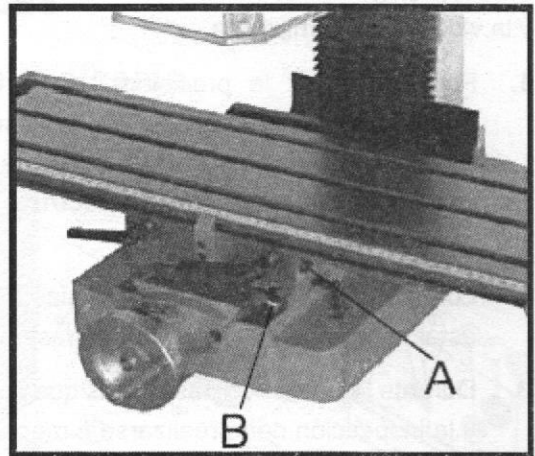
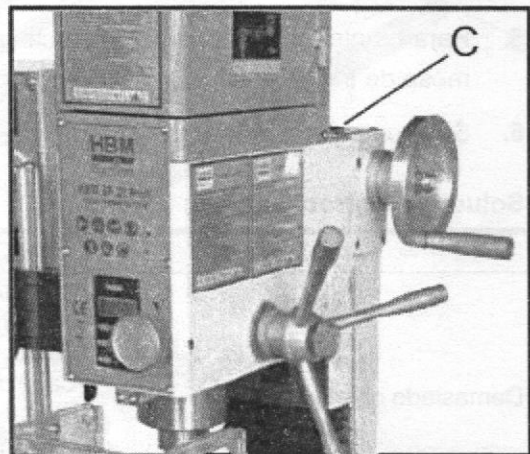

Fig. 16
Fig. 17
1. El tornillo de ajuste horizontal del gib (A, Fig.16) se encuentra en la parte posterior derecha de la mesa. El tornillo de ajuste de la polea transversal (B, Fig.16) se encuentra en el lado derecho de la silla debajo de la mesa. El tornillo de ajuste vertical gib (C, Fig. 17) se encuentra en la columna.